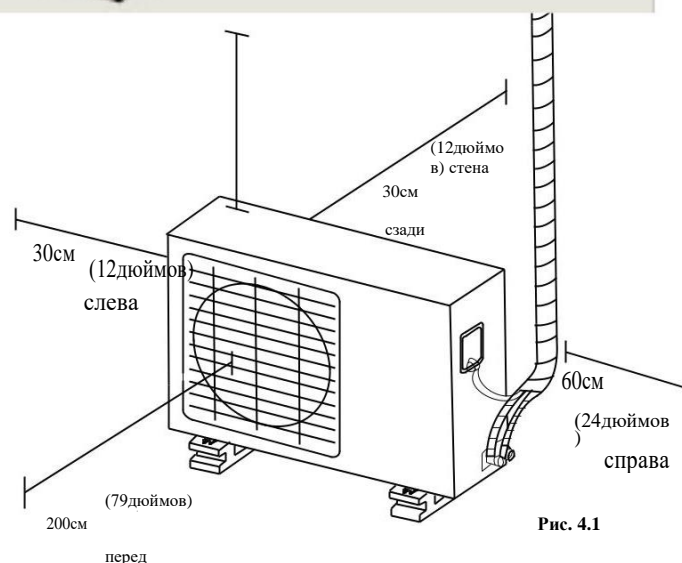

Рис. 4.1
- Соответствует всем пространственным требованиям, предъявляемым в Пространственные Требования (Рис. 4.1)